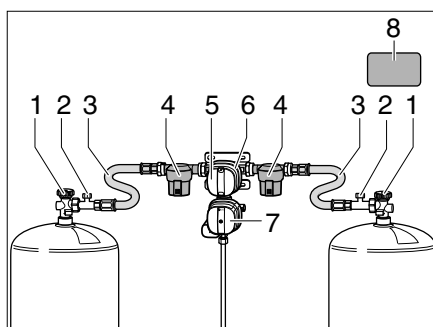
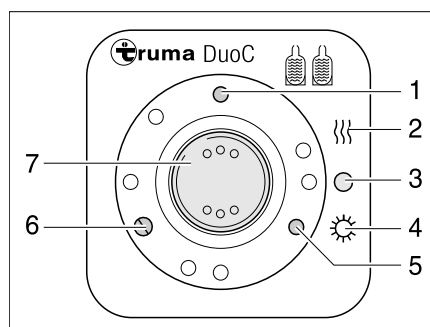
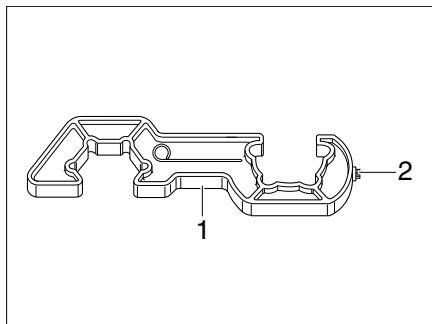
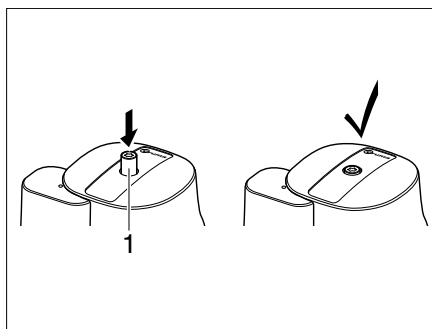

Fig. 243 Instalación de conmutación DuoControl
Fig. 244 Unidad de mando
Fig. 246 Elemento auxiliar de enroscado
Fig. 247 Crashsensor
La instalación de conmutación DuoControl consta de un regulador de conmutación (Fig. 243,6) y la unidad de mando (Fig. 244). El regulador de conmutación está montado entre las mangueras de alta presión (Fig. 243,3). Con el botón giratorio (Fig. 243,5) en el regulador de conmutación se puede determinar cuál de las bombonas de gas se usará como bombona de servicio y cuál bombona de gas como bombona de reserva.
El regulador de conmutación (Fig. 243,6) está equipado con el deshelador de reguladores Eis-Ex. De este modo se evitarán averías en la instalación de gas en el invierno.
Delante del regulador de conmutación está a cada lado un filtro de gas (Fig. 243,4), que protege la instalación de gas contra la contaminación con aceite y los ensuciamientos.
En la unidad de mando (Fig. 244) únicamente pueden conmutarse las funciones eléctricas. Las llaves de paso principales (Fig. 243,1) de las bombonas de gas deben abrirse a mano.
El regulador de conmutación garantiza una presión del gas constante, independientemente de cuál bombona de gas está suministrando el gas. Las dos luces de control en la unidad de mando indican el nivel de llenado de la bombona de servicio. Cuando la luz de control verde (Fig. 244,6) se ilumina, la bombona de servicio está llena. Cuando la luz de control roja (Fig. 244,5) se ilumina, la bombona de servicio está vacía. El suministro de gas se realiza entonces a través de la bombona de reserva.
- Abrir las llaves de paso principales (Fig. 243,1) de las bombonas de gas.
- Con el botón giratorio (Fig. 243,5) en el regulador de conmutación (Fig. 243,6), seleccionar la bombona de gas de la cual se debe tomar el gas preferentemente (bombona de servicio).
- Poner el interruptor basculante (Fig. 244,7) en "O" (Fig. 244,3). La luz de control amarilla (Fig. 244,1) se apaga.
Las luces de control en la unidad de mando (Fig. 244,5 y 6) indican en el interior del vehículo si la bombona de servicio está lista para el funcionamiento.
Si durante el funcionamiento la luz de control verde (Fig. 244,6) se apaga y la luz de control rojo (Fig. 244,5) se enciende, la bombona de gas seleccionada como bombona de servicio está vacía y debe cambiarse. La bombona de reserva seguirá suministrando gas a los consumidores de gas.
- ▷ Para enroscar y desenroscar las mangueras de alta presión, utilizar el elemento auxiliar de atornillado (Fig. 246,1). Garantiza el par de apriete necesario y evita que se produzcan daños en la unión atornillada por el uso de una herramienta incorrecta.
- Cerrar la llave de paso principal (Fig. 243,1) de la bombona de gas vacía.
- Desenroscar la manguera de alta presión (Fig. 243,3) de la bombona de gas con el elemento auxiliar de enroscado (Fig. 246).
- Conectar la bombona de gas llena a la manguera de alta presión (Fig. 243,3).
- Abrir la llave de paso principal (Fig. 243,1) de la bombona de gas.
- Girar el botón giratorio (Fig. 243,5) en el regulador de conmutación (Fig. 243,6) una media vuelta, de tal manera que la bombona de gas cambiada sirva de bombona de reserva.
- Presionar el botón (Fig. 243,2) del dispositivo de seguridad en caso de rotura de manguera en la manguera de alta presión, para activarlo.
- Si es necesario, presionar el botón de reposición (Fig. 247,1) en el Crashsensor.
- ▶ Observar el adhesivo de seguridad (Fig. 243,8) en la caja para bombonas de gas.
- Utilizar el Torx T20 (Fig. 246,2) en el elemento auxiliar de atornillado para presionar hacia dentro el botón de desbloqueo (Fig. 247,1), girar ligeramente en sentido horario y mantenerlo durante 5 segundos. El Crashsensor está listo para el funcionamiento cuando el botón de desbloqueo (Fig. 247,1) permanece en la posición hundida.
- Después de cambiar la bombona de gas, presionar con fuerza el botón verde (Fig. 243,2) en la manguera de alta presión (Fig. 243,3).